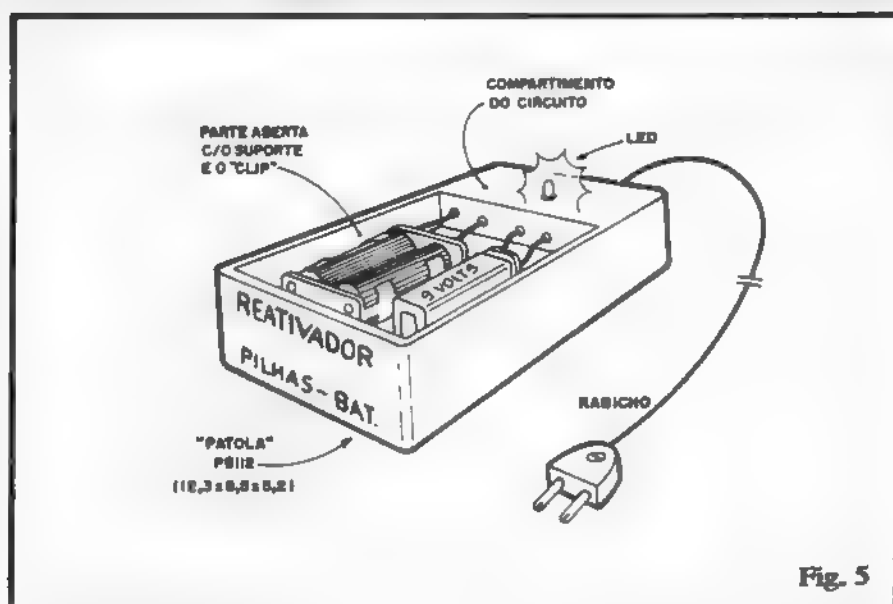

Fig. 5
- FIG. 5 - Sugestão para o "encaixamento" do REPIBA, num container "Patola", modelo PB112. A tampa da caixa pode ser removida e cortada, formando um pequeno compartimento que abrigará o circuito, do qual apenas sobressairá o LED indicador. Também desse compartimento, através de furo feito na respectiva lateral menor da caixa, deve sair o "rabicho" (cabo de força C.A.). Na área tornada livre e "aberta" da caixa, podem ficar o suporte de pilhas e o "clip". Para fixação do LED, basta passá-lo por um furinho feito no plástico, aplicando um "tiquinho" de cola forte ("Araldite" ou "Super Bonder"), por baixo (lado de dentro da caixa).